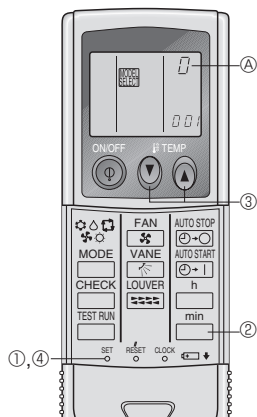

Fig. 6-9
3) Opération de réglage de numéro pair pour la télécommande sans fil infrarouge (Fig. 6-9)
- ① Appuyer sur le bouton SET à l'aide d'un objet pointu. Commencer cette opération lorsque l'écran de la télécommande sans fil infrarouge est éteint.
- ① clignote et le numéro du modèle s'allume.
- ② Appuyer deux fois sans relâcher sur le bouton . Le numéro "0" clignote.
- ③ Appuyer sur le bouton temp pour attribuer le numéro de paires de votre choix.
- ④ Appuyer sur le bouton SET à l'aide d'un objet pointu. Le numéro de paires attribué s'allume pendant trois secondes puis s'éteint.
④ Numéro pair de la télécommande sans fil infrarouge	Carte à circuit imprimé intérieure